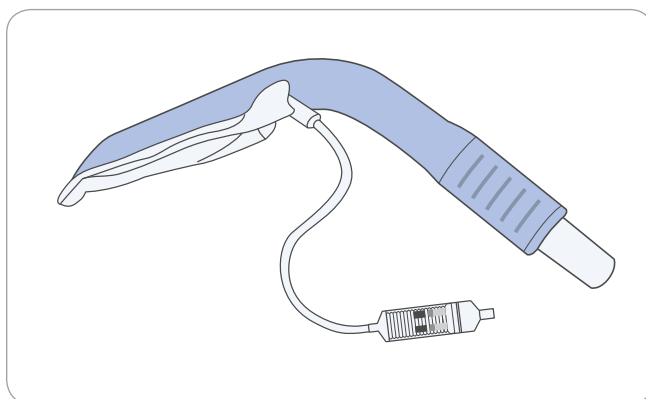

Figura 8. Depois de conseguir que a almofada assuma a forma de uma cunha durante a desinsuflação, desencaixe a seringa da linha de insuflação
4. Mantenha a seringa sob tensão ao mesmo tempo que a desencaixa rapidamente da porta de insuflação. Isto assegura que a máscara permanece corretamente desinsuflada, conforme ilustrado na **Figura 8**.